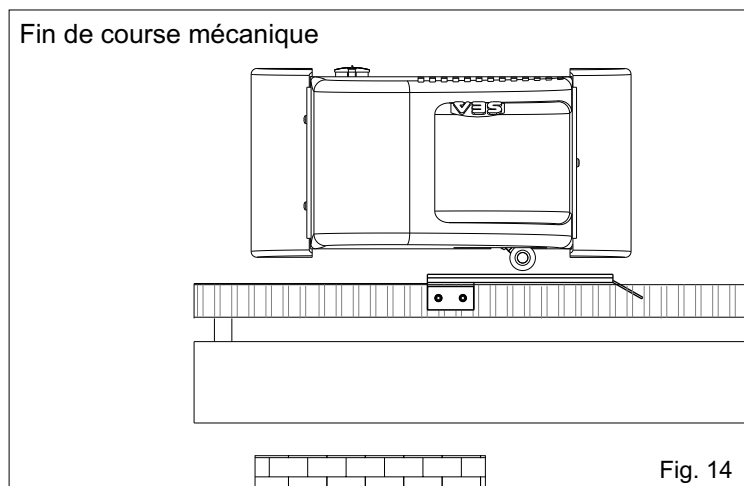
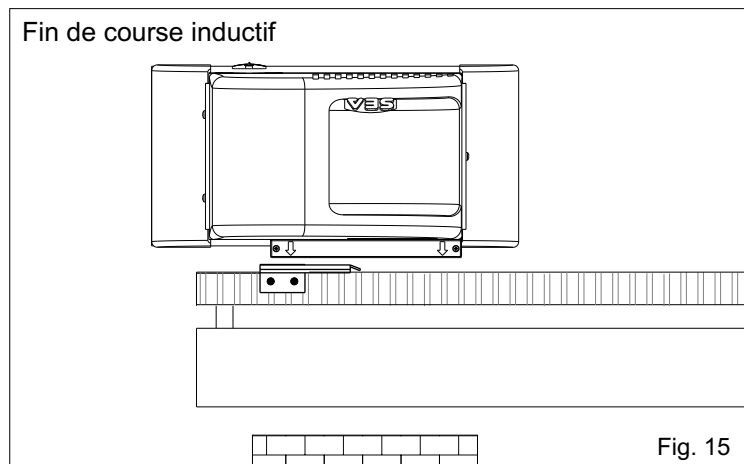

Fig. 14
Fig. 15
- Positionner la plaque sur la crémaillère de façon d'avoir le fin de course (doigt en cas de fin de course mécanique (Fig. 14); flèche d'identification positionnée sur le côté supérieur en cas de fin de course inductif (Fig. 15)) en correspondance du point X que se trouve à 50 mm du côté plié de la plaque (Fig. 16) et la fixer avec les vis en dotation (Fig. 17).